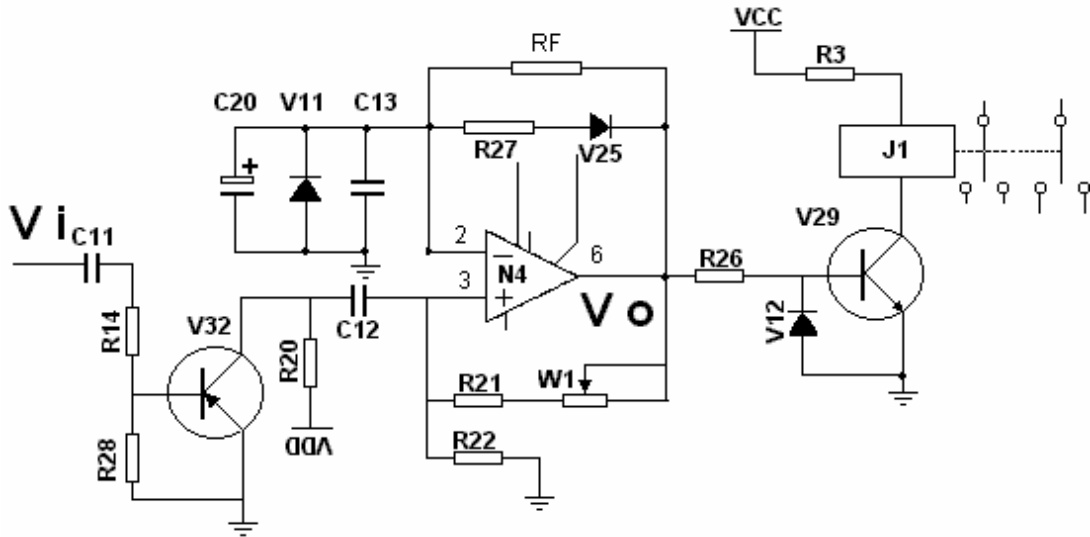

图 4
2. 充一测转接电路：由继电器 J 1, 倒相器 V 32, 延时器 N 5及开关管 V 30组成, 如图4
图 4 是延时器的原理图, 当无输入时, 只有 V₀ 为负时才是稳态, 这是因为此时 V 11 导通, 其正向压降小于由 R₂₁, R₂₂, W 1 组成的反馈回路加在同相输入端的电压. 当 V_i 有一个足够大的正向脉冲输入到同相输入端时, N 4 翻转, V 11 不导通, V₀ 通过电阻 R_f 对 C₂₀ 充电, 当 C₂₀ 上的电位达到 $R_{22} \cdot V_{om} / (R_{21} + W_1 + R_{22})$ 时, N 4 即回复到原来的稳态, 延时即告结束. 延时时间 T 是